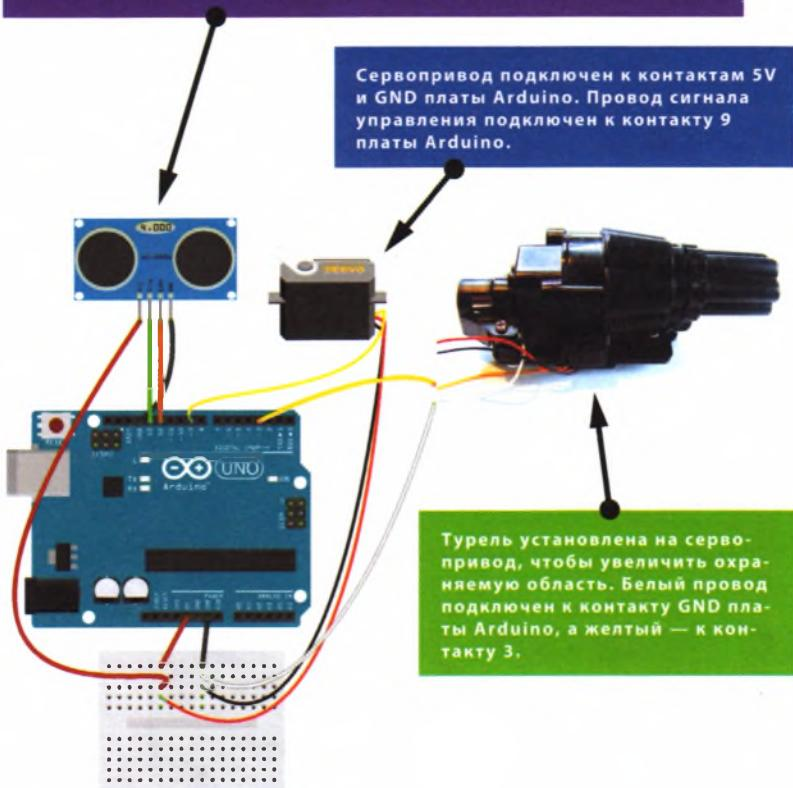

РИСУНОК 20.7
9. Убедитесь, что ваша цепь соответствует схеме, показанной на рис. 20.7, а затем загрузите в память Arduino код скетча, приведенный в разделе «Скетч» далее в этом проекте.